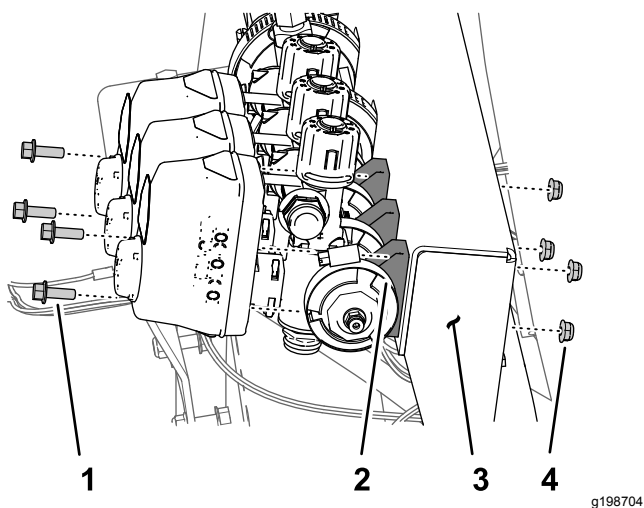

Figure 68
1. Retirez les 2 boulons à embase (1/4" x 3/4") et les 2 contre-écrous (1/4") qui fixent la vanne de section de rampe gauche au support de collecteur (Figure 68).
- Retirez les 2 boulons à embase (1/4" x 3/4") et les 2 contre-écrous (1/4") qui fixent la vanne de section de rampe droite au support de collecteur (Figure 68).
- Retirez le collier bride (40 à 64 mm), assorti du joint (25 x 35 mm), qui fixe la bride de la vanne de section gauche à l'adaptateur (Figure 68).